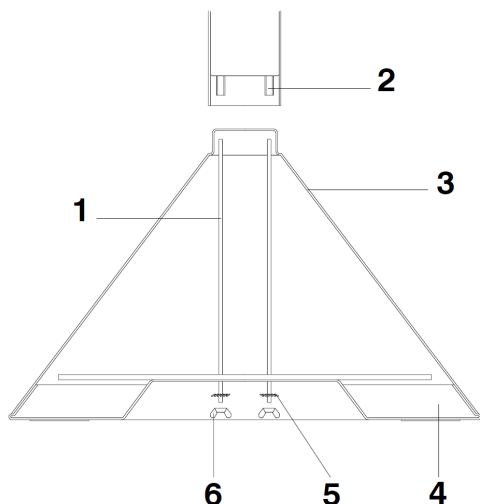

fig. 1
**ISTRUZIONI DI MONTAGGIO (fig.1):** Avvitare i tiranti 1 nei manicotti 2 fino all'arresto e calzare il cono 3 ed il fondello 4 sui tiranti stessi. Interporre le ranelle 5 ed avvitare i dadi 6.
**INSTRUCTIONS DE MONTAGE (fig.1):** Visser les tirants 1 dans les manchons 2 jusqu'au bout, et placer le cône 3 et le culot 4 sur les tirants. Monter les rondelles 5 et visser les écrous 6.
**ASSEMBLY INSTRUCTIONS (fig.1):** Screw tie rods 1 all the way into sleeves 2; fit cone 3 and bottom 4 on tie rods; fit washers 5 and tighten nuts 6.
**AUFBAUEINLEITUNG (Abb.1):** Die Spannstäbe 1 in die Muffen 2 bis zum Anschlag festschrauben und sodann das Kegelstück 3 und den Boden 4 auf die Spannstäbe aufsetzen. Die Beilagscheiben 5 einlegen und die Schraubenmuttern 6 festziehen.
**INSTRUCCIONES PARA EL MONTAJE (fig.1):** Atornillar los tirantes 1 en los manguitos 2 hasta su bloqueo y montar el cono 3 y el casquillo 4 en los tirantes mismos; interponer las arandelas 5 y regular las tuercas 6.